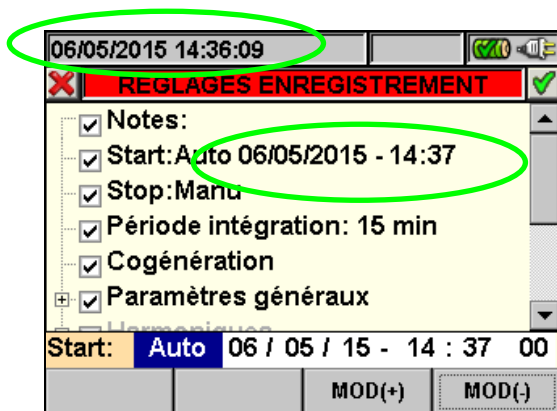

Fig. 109 : Date/Heure correcte
2. Appuyer sur **F3** ou **F4** (ou **MOD(+)** ou **MOD(-)** à l'écran) pour augmenter ou diminuer d'une unité la valeur des chiffres jusqu'à régler la valeur souhaitée de façon **cohérente** avec la date de système (voir la Fig. 109).